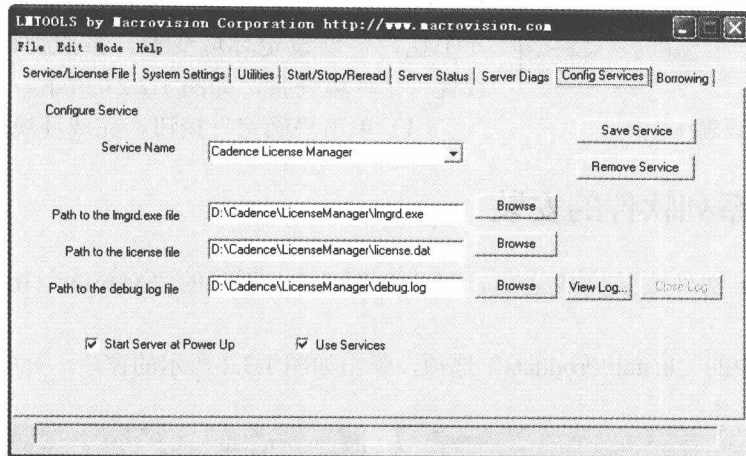

图 1.2.19 “Config Services” 选项卡
(1) 选择 “Config Services” 选项卡，设置下列参数，如图 1.2.19 所示。